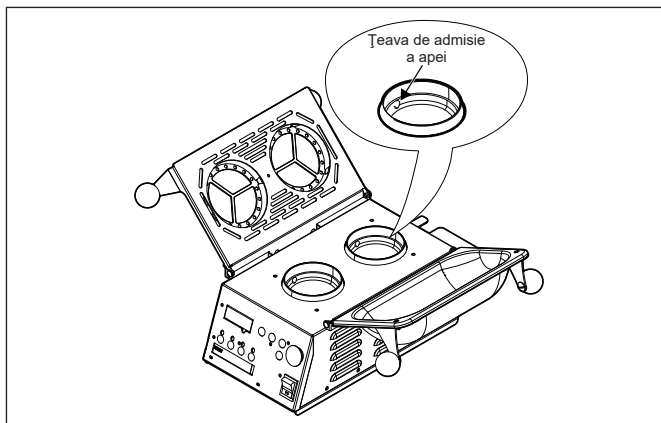

Figura 7. Țeava de admisie a apei
1. Când unitatea este rece, inserați o agrafă de hârtie îndreptată în deschizătura țevii de admisie apă la o adâncime de 1 1/2 inci (figura 7).